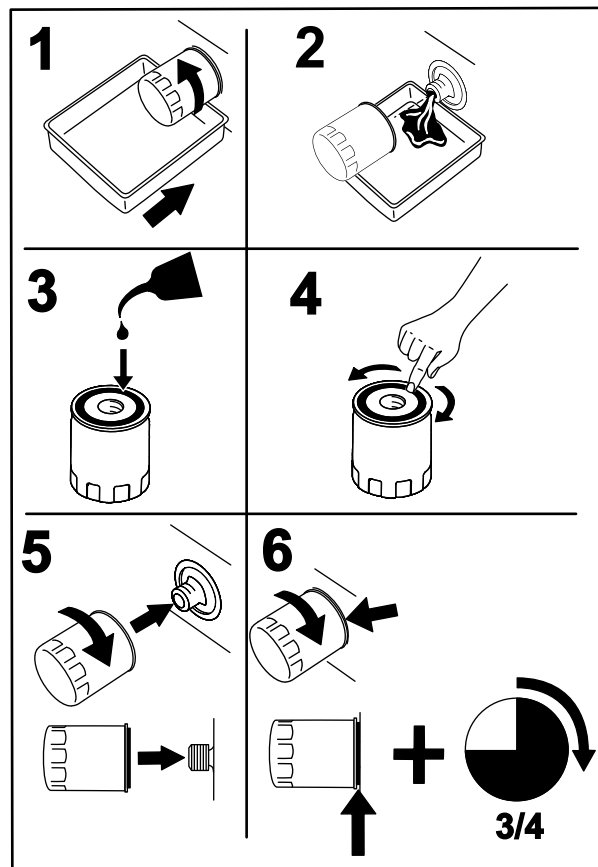

Figure 44
4. Placez un bac de vidange sous le filtre à huile et tournez le filtre dans le sens antihoraire pour le déposer (Figure 44).